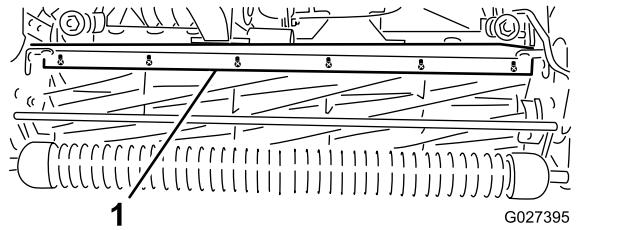

Figura 54
- Desaperte os parafusos que fixam a barra superior (Figura 54) à unidade de corte.